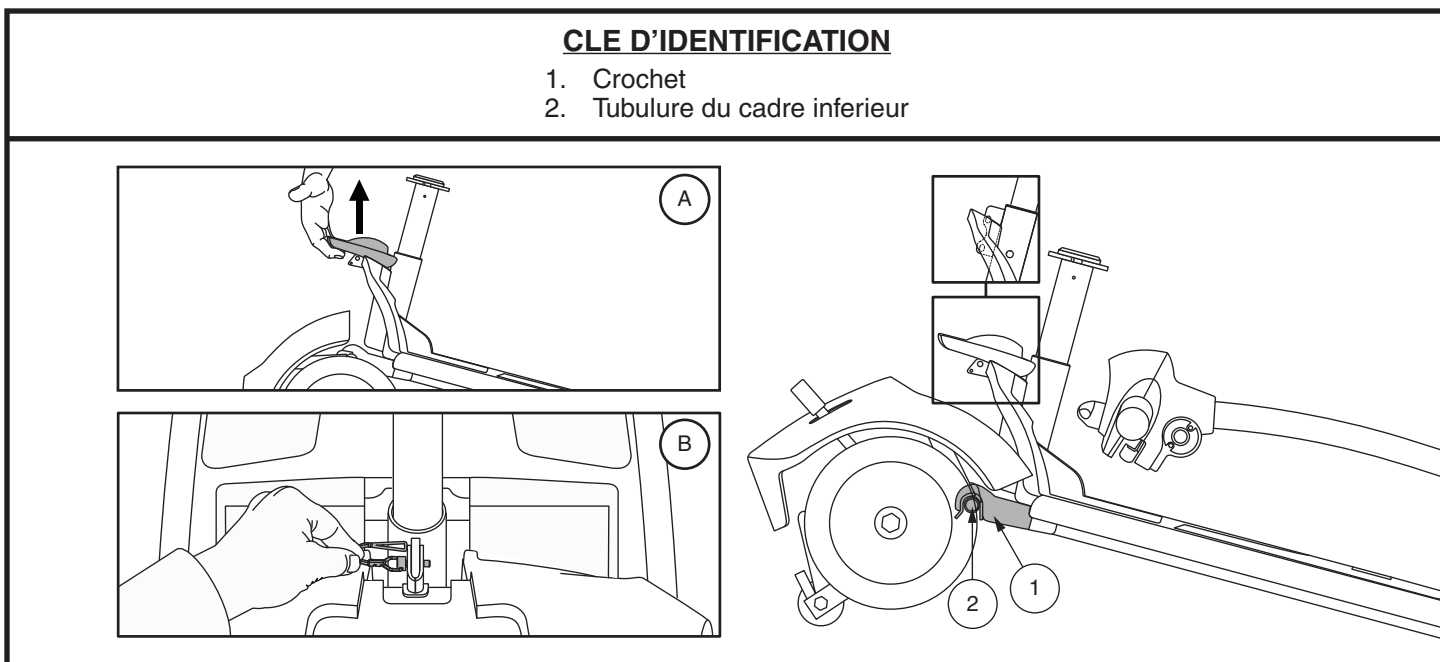

Figure 33. Levier de blocage du cadre (Style A) et Libérez la goupille de verrouillage de blocage du châssis (Style B)
4. Séparez doucement les sections du Travel Scooter. **Voir la figure 33.**
NOTE: Avant de débiter l'assemblage, basculez légèrement la section arrière du Travel Scooter vers ses rolettes antibascule tel que montré dans la figure 33.
1. Soulevez la section avant par le levier de blocage (ou le mât du siège sur les modèles 36, 83, et 84) et alignez les crochets avec la tubulure de la section arrière. **Voir la figure 33.**
2. Une fois que les crochets du châssis sont sur le tube inférieur du châssis, abaissez la section inférieure avant et faites pivoter la section arrière simultanément. Ceci engagera le verrouillage du châssis automatiquement pour les modèles 39, 40LX, 40X, 44X, 40E, 44E, 44LX, 49, 50LX, 54LX, 53, 53HD, 54, 54HD, 66, 67, 73, 74, et Jazzy ZTS. Pour les modèles 36, 83, et 84, vous aurez besoin de réinstaller la goupille de verrouillage du châssis pour terminer l'assemblage du corps. **Voir la figure 33.**